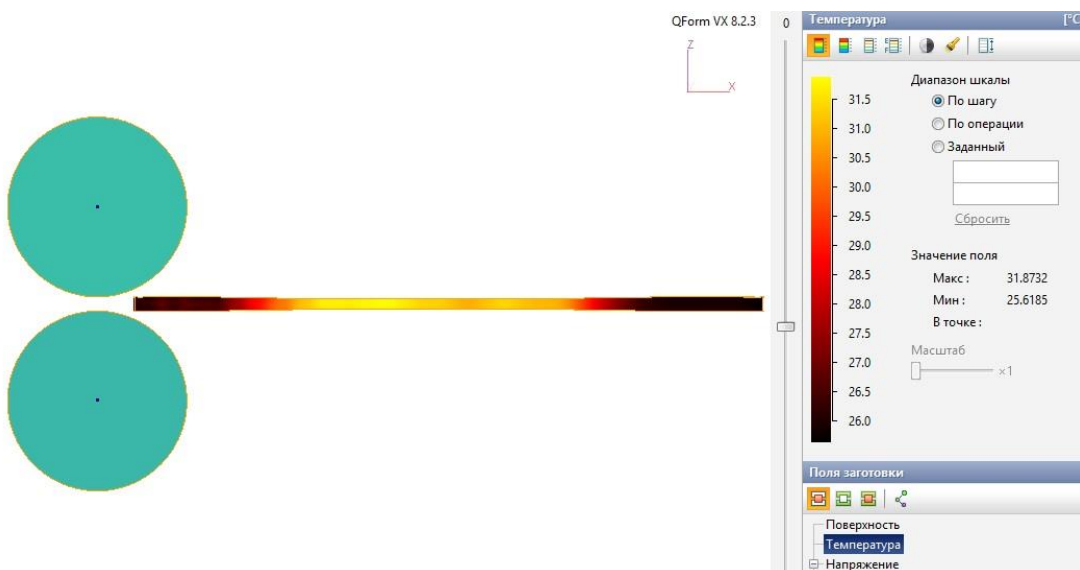

Рисунок 4.7 – Зміна температури по довжині заготовки
1) Проаналізувати розподіл температури по довжині заготовки після прокатки (рис. 4.7) та зроблені висновки про деформаційний розігрів металу в процесі прокатки.